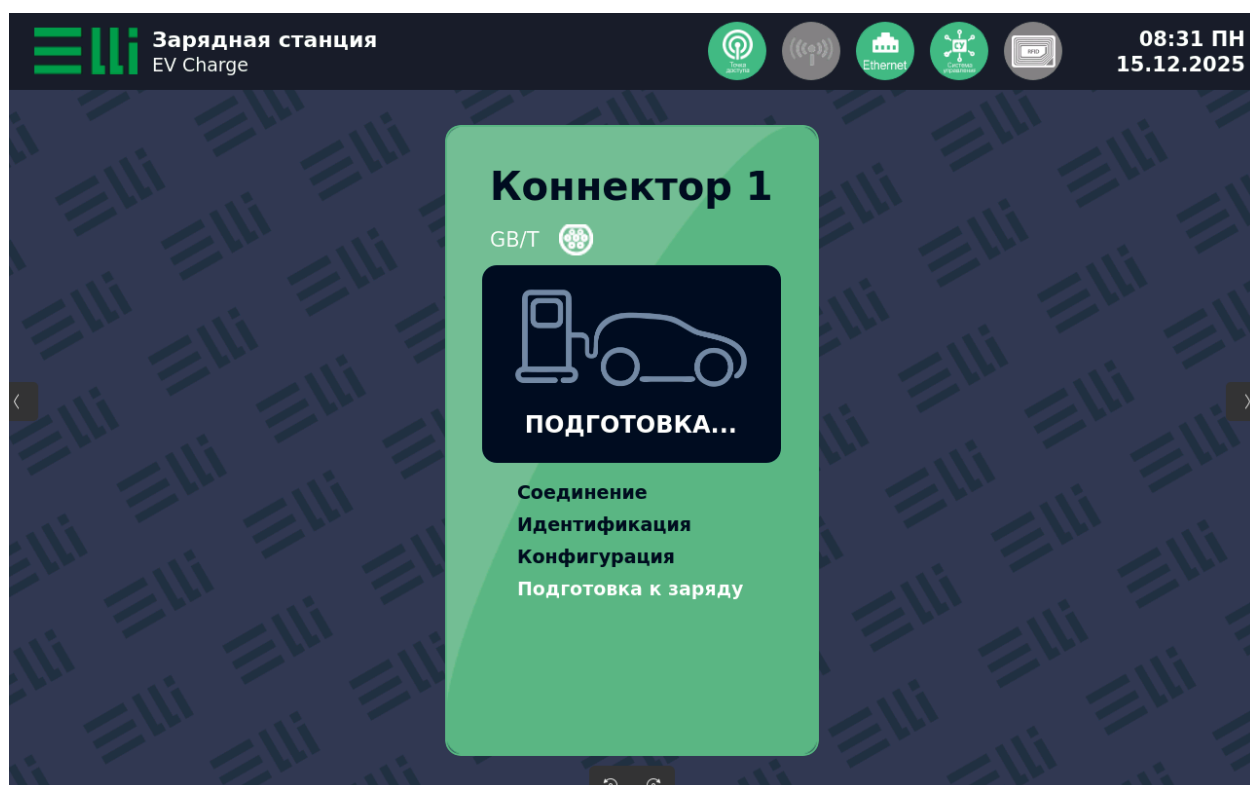

Рисунок 12. Вид основного экрана управления панели оператора с отображением информации об инициализации зарядной сессии GB/T интерфейса
1.8. Запустить зарядную сессию по GB/T интерфейсу с помощью RFID-карты (нажать на вкладку GB/T-коннектора на экране панели оператора, приложить RFID-карты). На экране управления панели оператора во вкладке GB/T коннектора должна отображаться информация об инициализации зарядной сессии (рисунок 12). В ходе инициализации зарядной сессии должны включиться контактор, подающий напряжение питания на силовые преобразователи, включиться вентиляторы силовых преобразователей.